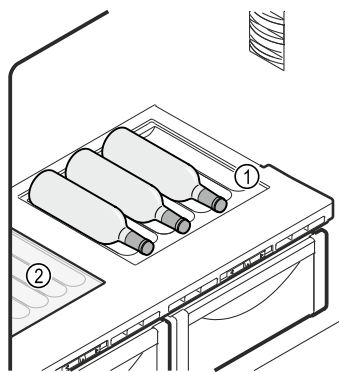

Fig. 189 例图
- ▶ 将玻璃隔板 Fig. 189 (2) 放入可调瓶架下方。